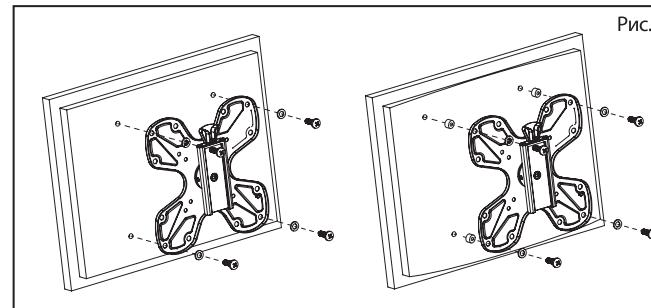

Рис. 5
- 3 Установите крепления на задней стенке телевизора и закрепите их подходящими по размеру винтами в комплекте с шайбами (G). Если вы используете длинные винты, Вам также могут потребоваться прокладки (H), Рис. 5.